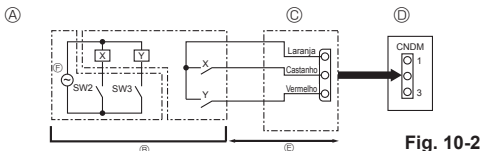

Fig. 10-2
10.2. Função de pedido (modificação no local) (Fig. 10-2)